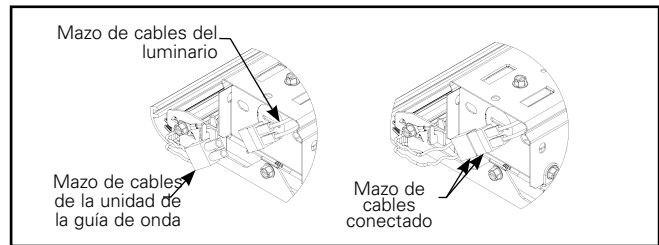

Figura 6.
5. Conecte el mazo de cables del LED en el extremo de la unidad de la guía de onda. (Figura 6)